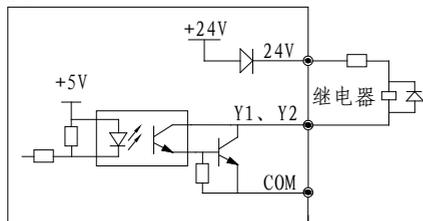

图 2-17 多功能输出端子开关量输出接线方式1
1) 多功能输出端子Y1、Y2作为开关量输出时可使用驱动器内部的24V电源，接线方式请参见图2-17。